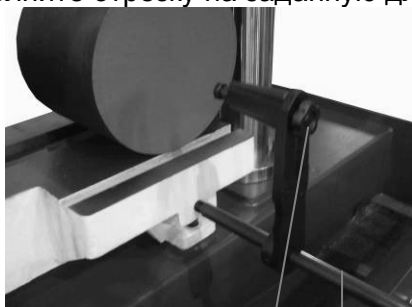

Рис.14 К Н
1. Установите концевой упор на направляющей (Н), Рис.14, на необходимом расстоянии от ленточного полотна, винтом (К) выполните точную регулировку расстояния и зажмите его.